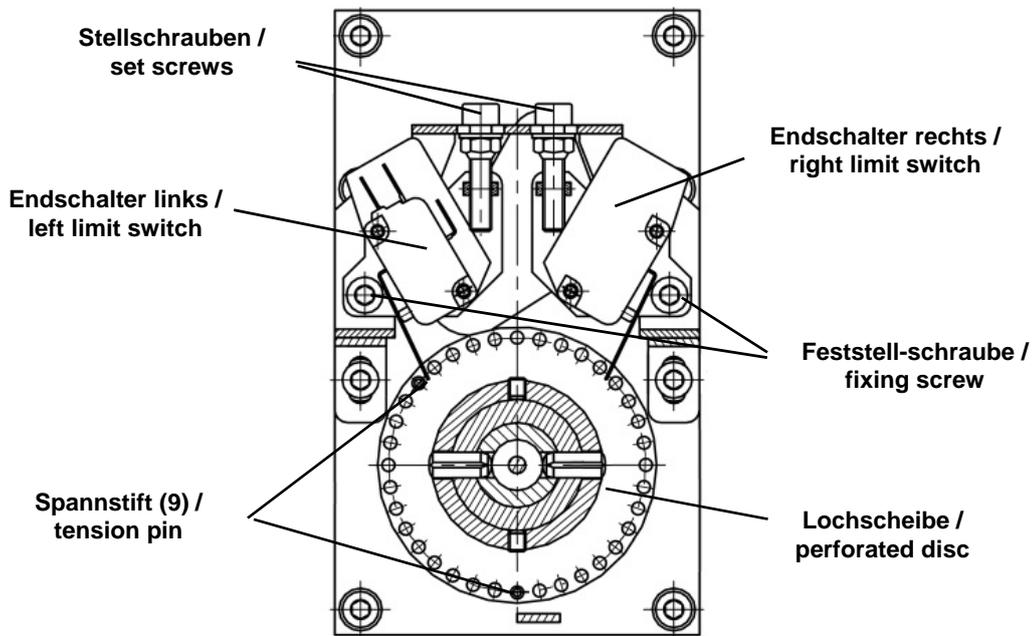

Abb. 17: Antriebseinheit (1) / pict. 17: drive unit (1)
- Den Lasttrennschalter per Schaltkurbel manuell im Uhrzeigersinn einschalten. Nachdem die Einschaltung erfolgt ist, die Welle bis zum absoluten Ende des Schaltweges weiterdrehen. Der maximal mögliche Schaltwinkel ist nun erreicht. Den Spannstift in die Lochscheibe einsetzen, so dass der Endschalter links (s. Abb. 17) sicher geschaltet wird.
- Den Lasttrennschalter per Schaltkurbel manuell gegen den Uhrzeigersinn ausschalten. Nachdem die Ausschaltung erfolgt ist, die Welle bis zum absoluten Ende des Schaltweges weiterdrehen. Der maximal mögliche Schaltwinkel ist nun erreicht. Den Spannstift in die Lochscheibe einsetzen, so dass der Endschalter rechts (s. Abb. 17) sicher geschaltet wird.